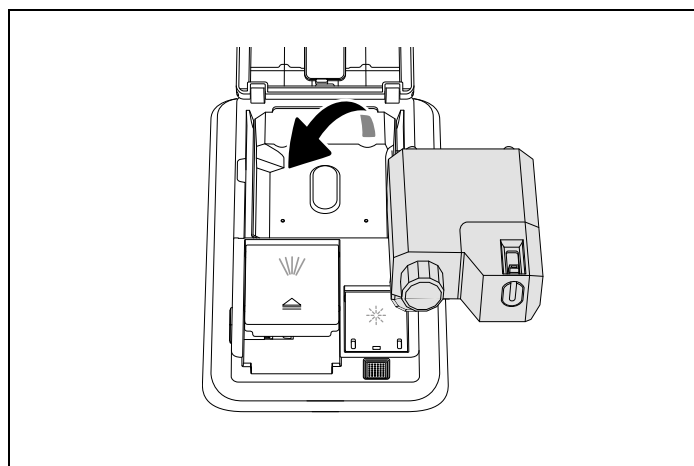

Fig. 69
- Sæt genopfyldningsflasken eller en ny flaske i som Fig. 69.